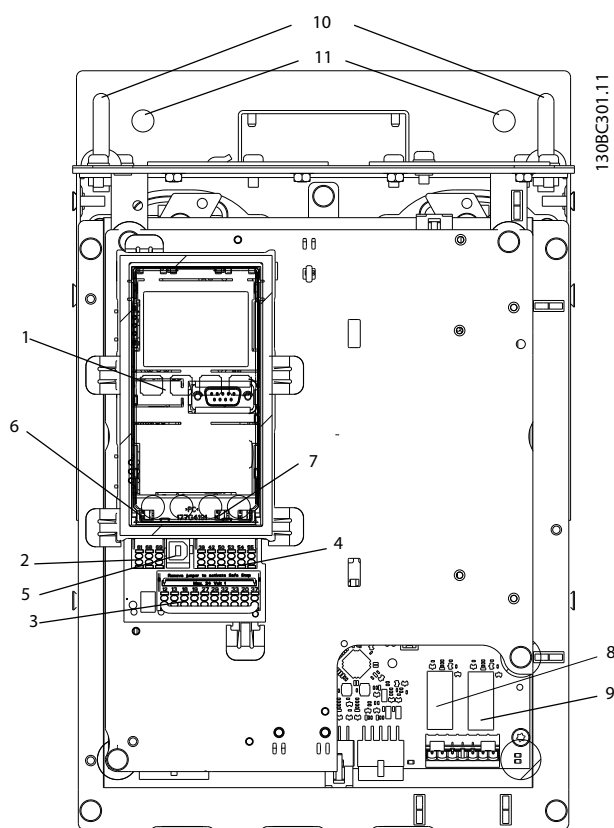

Рисунок 6.61 Расположение заглушек реле, поз. 8 и 9
- Удалите все заглушки реле с надписью RELAY (РЕЛЕ). См. *Рисунок 6.61*.